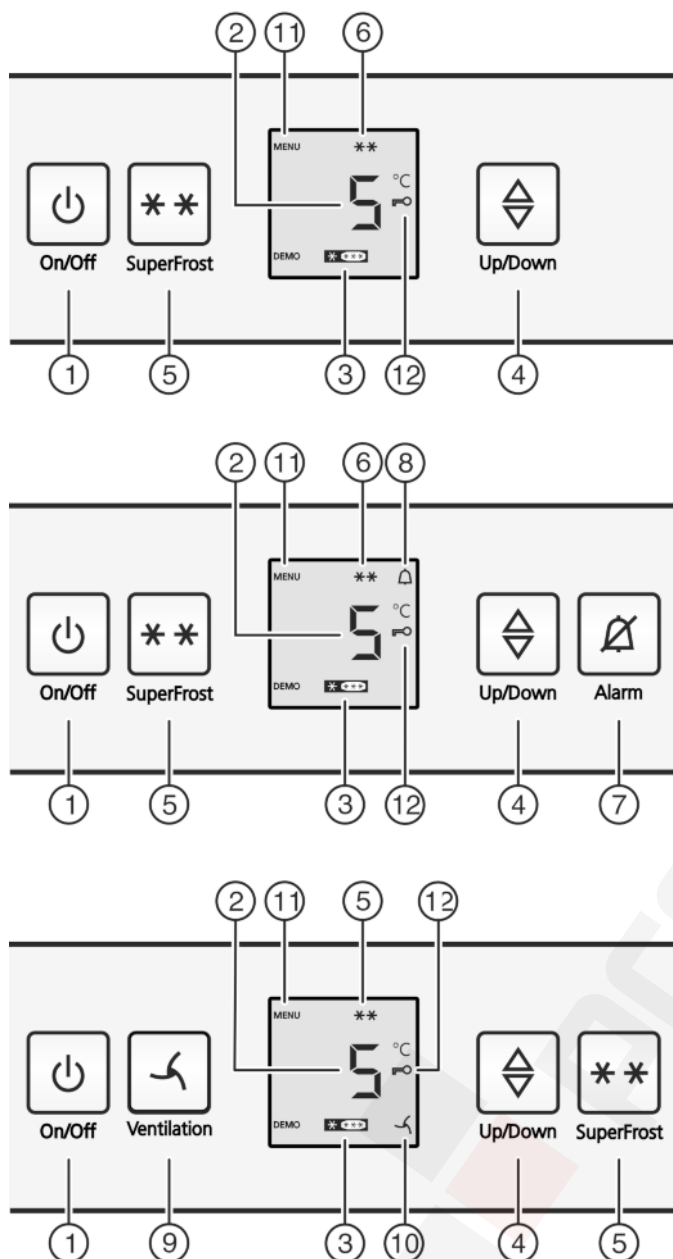

Fig. 2
- Nyomja meg az On/Off gombot Fig. 2 (1).
- Beállítási mód aktiválása: Nyomja meg a SuperFrost gombot Fig. 2 (5) kb. 5 másodpercre.
- ▷ A kijelzőn megjelenik a Menü ikon Fig. 2 (11).
- A SuperFrost billentyűvel Fig. 2 (5) röviden nyugtázza.
- ▷ A gyermekbiztosítás ikon Fig. 2 (12) világít a kijelzőn.
- Röviden nyomja meg az On/Off gombot Fig. 2 (1).
- ▷ A gyermekbiztosítás ikon Fig. 2 (12) kialszik.
- ▶ Nyomja meg a riasztás gombot *Fig. 2 (7)*.
Egyidejűleg villog a hőmérsékletkijelző és a riasztás ikon *Fig. 2 (8)*.
A figyelmeztető hangjelzés automatikusan elnémul, a riasztás ikon *Fig. 2 (8)* eltűnik és a hőmérsékletkijelző is abbahagyja a villogást, mikor a hőmérséklet újra eléggé alacsony.
- ▶ Hőmérsékletfunkció előhívása: Nyomja meg a beállítógombot *Fig. 2 (4)*.